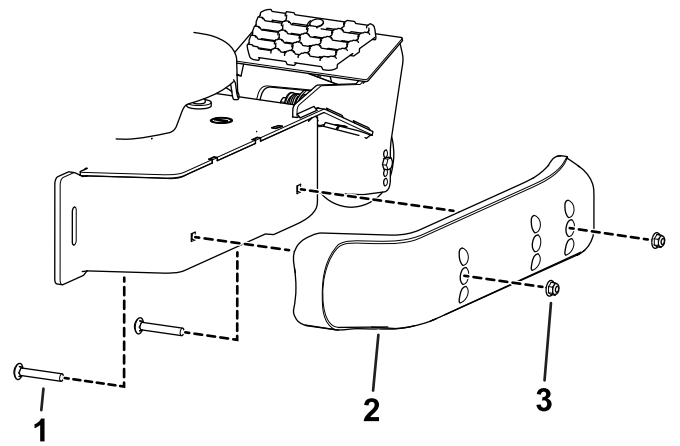

Figura 14
3. Mueva el patín a la posición que desee y fíjelo a la unidad de corte con los pernos con arandela prensada y las tuercas (Figura 14).